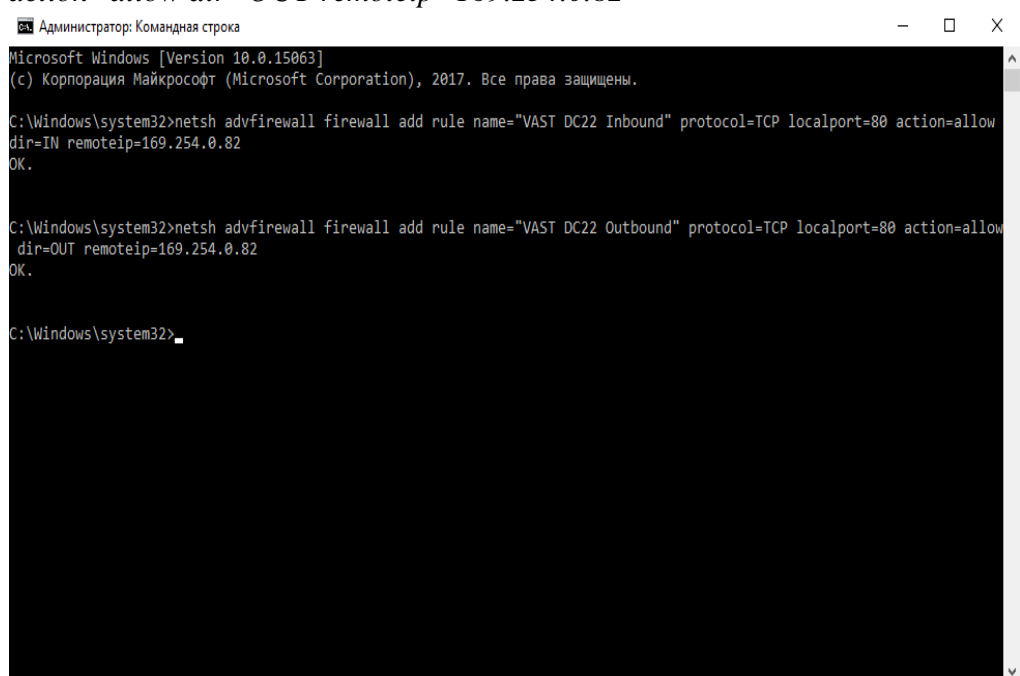

Рисунок 6.1.9 Настройка правил трафика брандмауэра
- Для настройки правила входящего трафика, рисунок 6.1.9, с адреса 169.254.0.82 (Ip-адрес прибора) необходимо ввести: `netsh advfirewall firewall add rule name="VAST DC22 Inbound" protocol=TCP localport=80 action=allow dir=IN remoteip=169.254.0.82`
- Для настройки правила исходящего трафика, рисунок 6.1.9, с адреса 169.254.0.82 (Ip-адрес прибора) необходимо ввести: `netsh advfirewall firewall add rule name="VAST DC22 Outbound" protocol=TCP localport=80 action=allow dir=OUT remoteip=169.254.0.82`